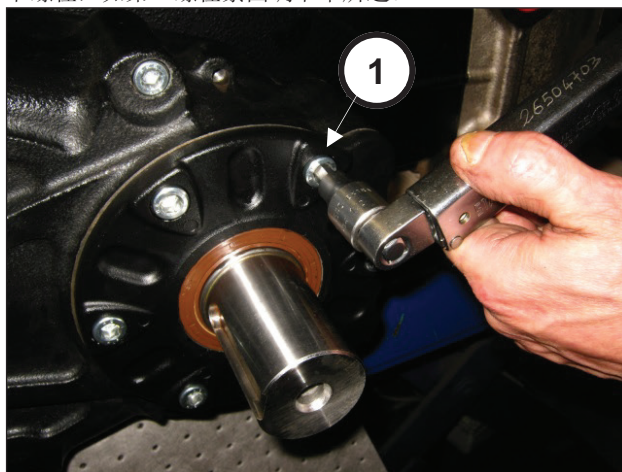

图 88
拧紧6个M10x25螺丝（部件号①，图 88）。利用扭力扳手调节螺栓，如第3 螺栓紧固调节章所述。